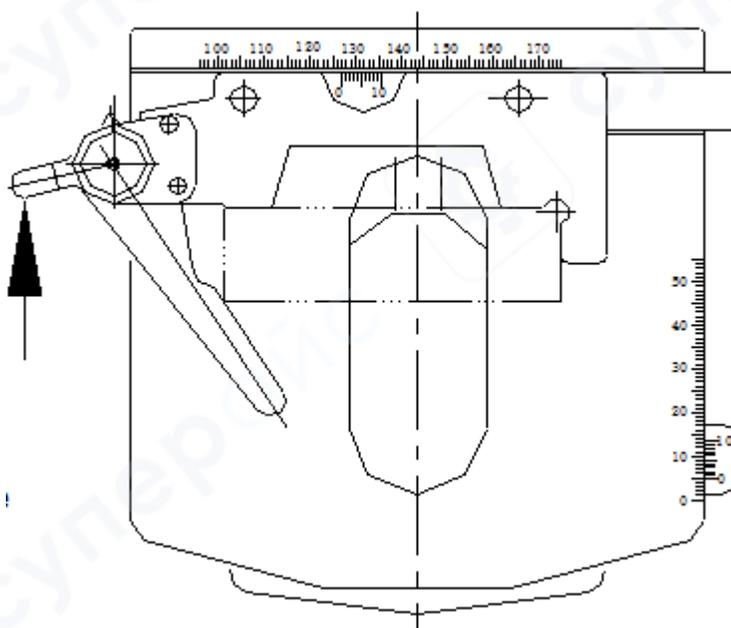

Рис. 2
Столик данного микроскопа представляет собой двухслойную механическую конструкцию, показанную на рис. 2. Его размеры составляют 125(Д)×130(Ш)мм. Нажмите на рычаг зажима в направлении, указанном стрелкой на рис. 2, и осторожно вставьте препарат в зажим. Уберите палец от зажима, пружина медленно вернется в исходное положение, и препарат будет зафиксирован и сможет перемещаться вместе с зажимом. Вращение рукоятки (14) перемещает зажим в продольном направлении на 30 мм. Вращение рукоятки (15) перемещает зажим в поперечном направлении на 60 мм. Точность перемещения в обоих направлениях составляет 0,1 мм.